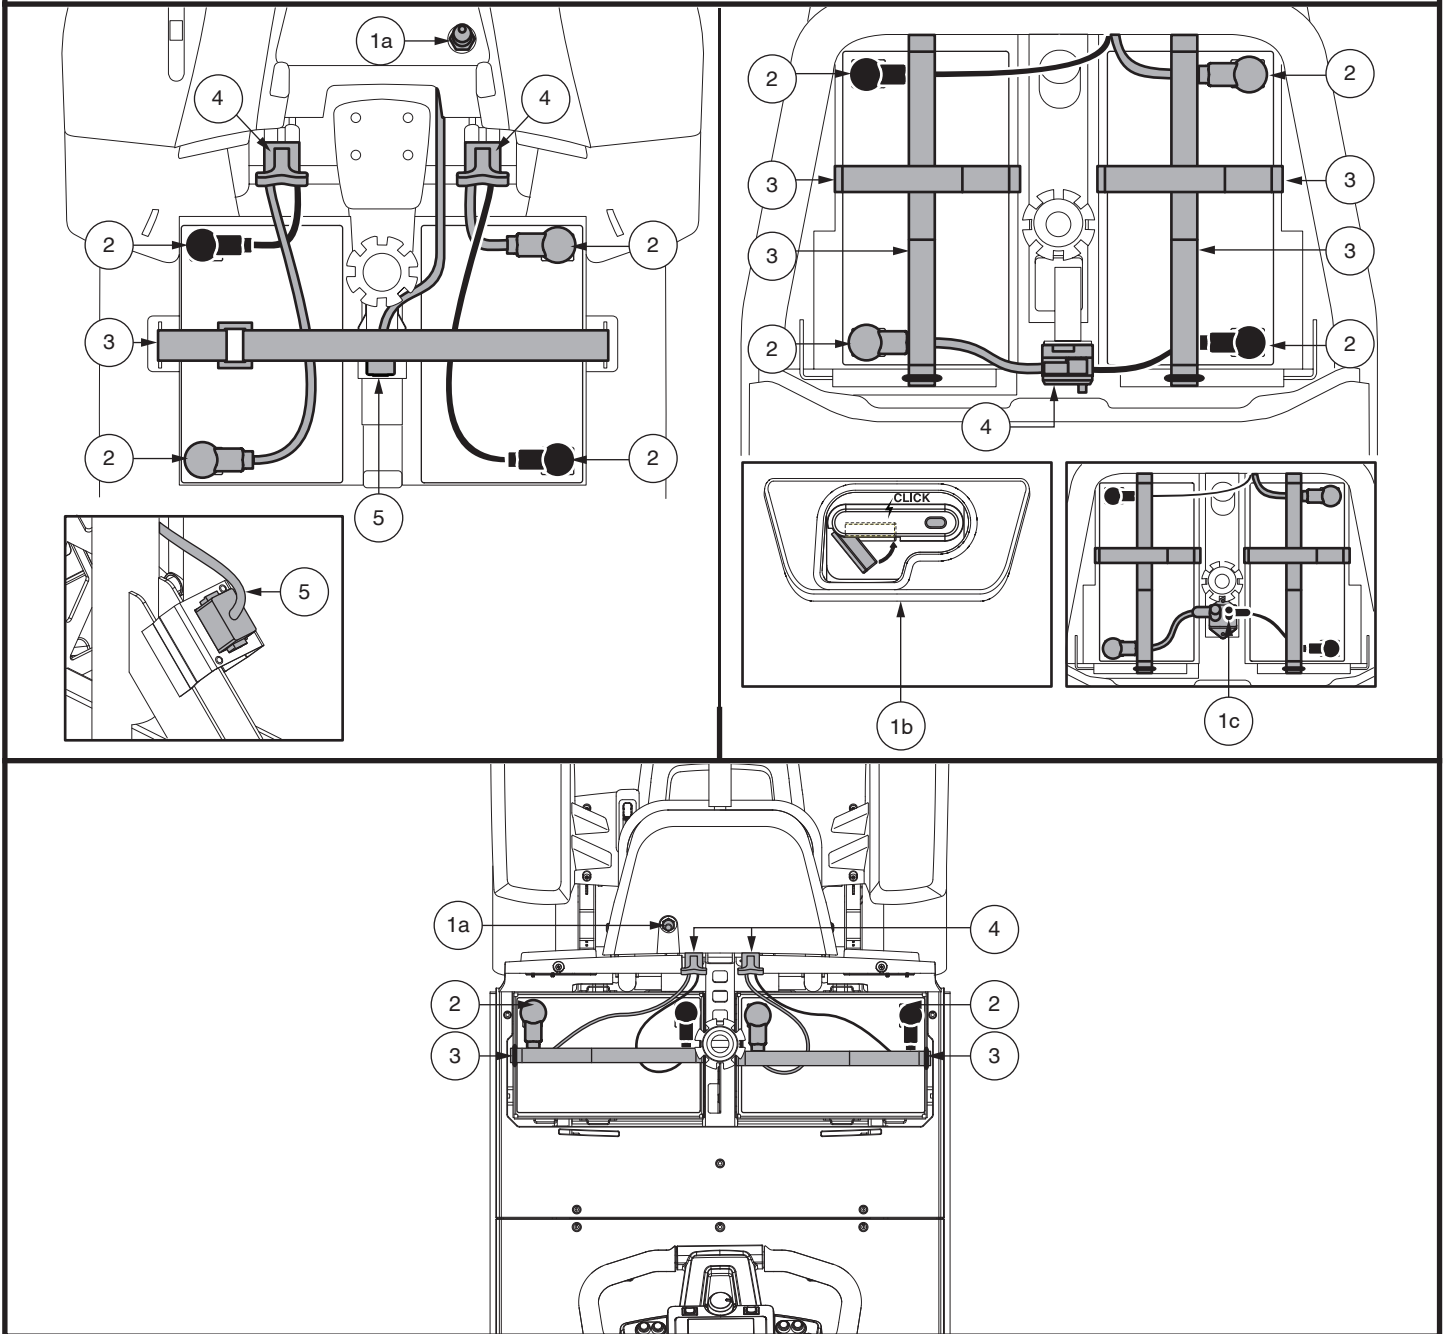

Figura 16. Remoción de la batería / Instalación de Terminales y Conexiones
- Coloque una nueva batería en cada espacio destinado a las baterías. Las terminales de la batería deben mirar en sentido contrario al asiento, con las terminales positivas (+) y negativas (-) posicionadas tal como se indica en la figura 16.
**NOTA:** Los modelos 614 y 714 usan cinchas para batería para fijar las baterías a los espacios destinados a las baterías. Por favor, vea la figura 16 para conocer los procedimientos de instalación de cinchas de batería.
**¡ADVERTENCIA!** Cuando se enfrente a una situación de emergencia, las baterías se pueden desconectar rápidamente tirando hacia ADELANTE de la correa de desconexión de emergencia de la batería. Con precaución. Tenga en cuenta que apagar el scooter puede hacer que se detenga abruptamente. Para liberar la parada de emergencia y restaurar la capacidad de conducción del scooter, retire el asiento y la cubierta de la batería y vuelva a conectar el conector de la batería como se muestra en la Figura 16.